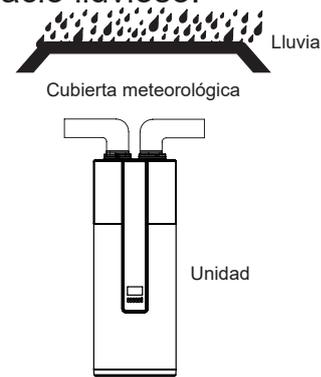

Figura 3-4
- En caso de que la lluvia entre en los componentes internos de la unidad, el componente podría dañarse o provocar un peligro físico. (Figura 3-4)
- En cuanto a la conexión de la unidad con el conducto que llega al exterior, se debe realizar una medida confiable resistente al agua en el conducto para evitar que el agua caiga al interior de la unidad. (Figura 3-4)